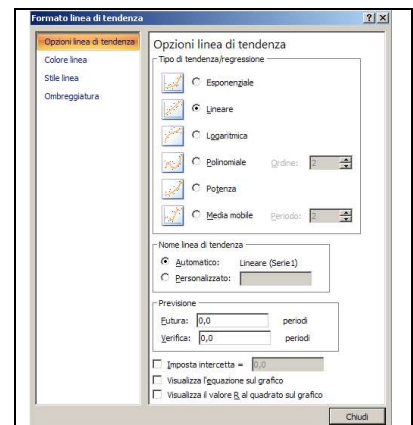

Figura 14 – Menu per la linea di tendenza.
- selezioniamo Aggiungi linea di tendenza, appare la finestra di figura 14